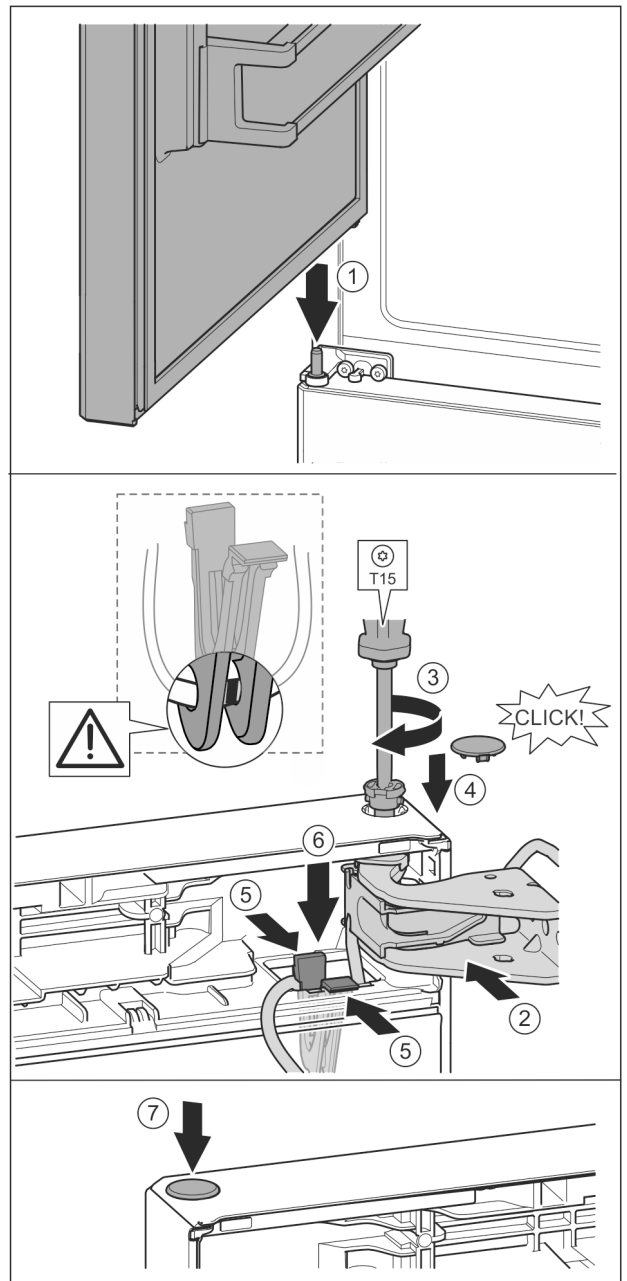

Fig. 36
- ▶ Coloque la puerta superior sobre el perno de cojinete intermedio Fig. 36 (1)
- ▶ Alinee la parte superior de la puerta respecto a la abertura en el soporte de cojinete. Fig. 36 (2)
- ▶ Introduzca el perno y atorníllelo con el destornillador T15. Fig. 36 (3)
- ▶ Montar la cubierta del seguro para asegurar la puerta: introduzca la cubierta del seguro y compruebe si descansa sobre la puerta. De lo contrario, introduzca por completo el perno. Fig. 36 (4)
- ▶ Introduzca el soporte con el cable fijado a éste en la abertura. *Fig. 36 (5)*
- ▶ Presione el soporte hacia abajo hasta que la lengüeta encaje. *Fig. 36 (6)*
- ▶ Coloque el tapón. *Fig. 36 (7)*